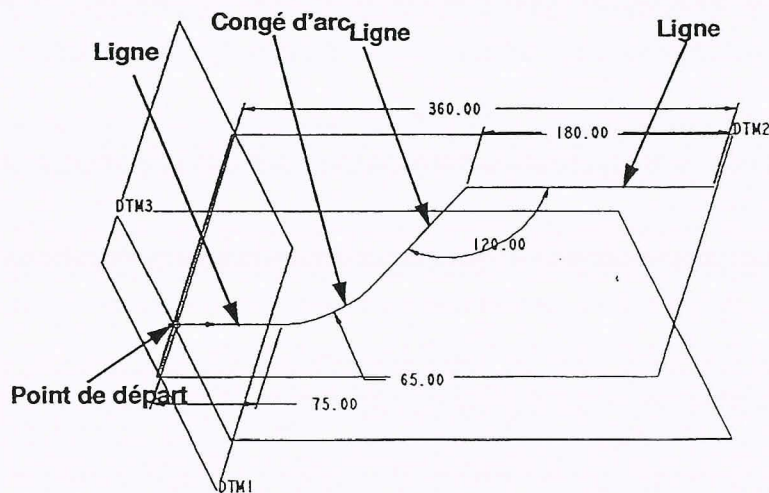
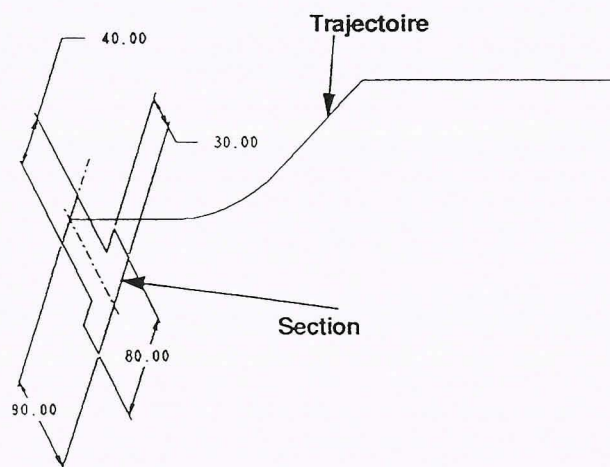

Figure 16-9
Figure 16-11
4. Esquissez (Sketch), Alignez (Align), Cotez (Dimension) et Régénérez (Regenerate) la section de trajectoire ouverte (ligne, congé d'arc, ligne, ligne). Reportez-vous à la Figure 16-9 et Figure 16-11.
5. La régénération terminée, Modifiez (Modify) les cotes conformément aux valeurs spécifiées à la Figure 16-9 et Régénérez (Regenerate).